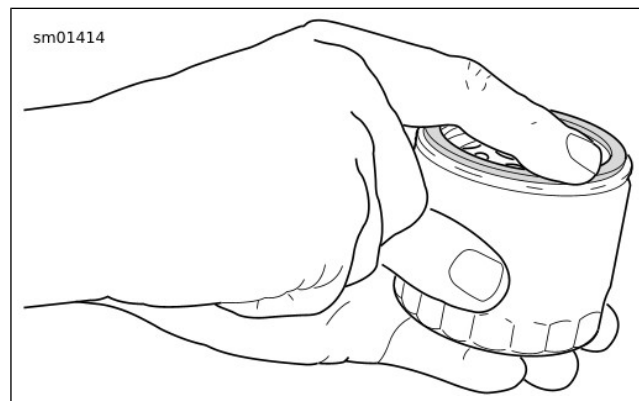

Abbildung 89. Schmieren der neuen Ölfilterdichtung
7. Siehe Abbildung 89. Den **neuen** Ölfilter einbauen.